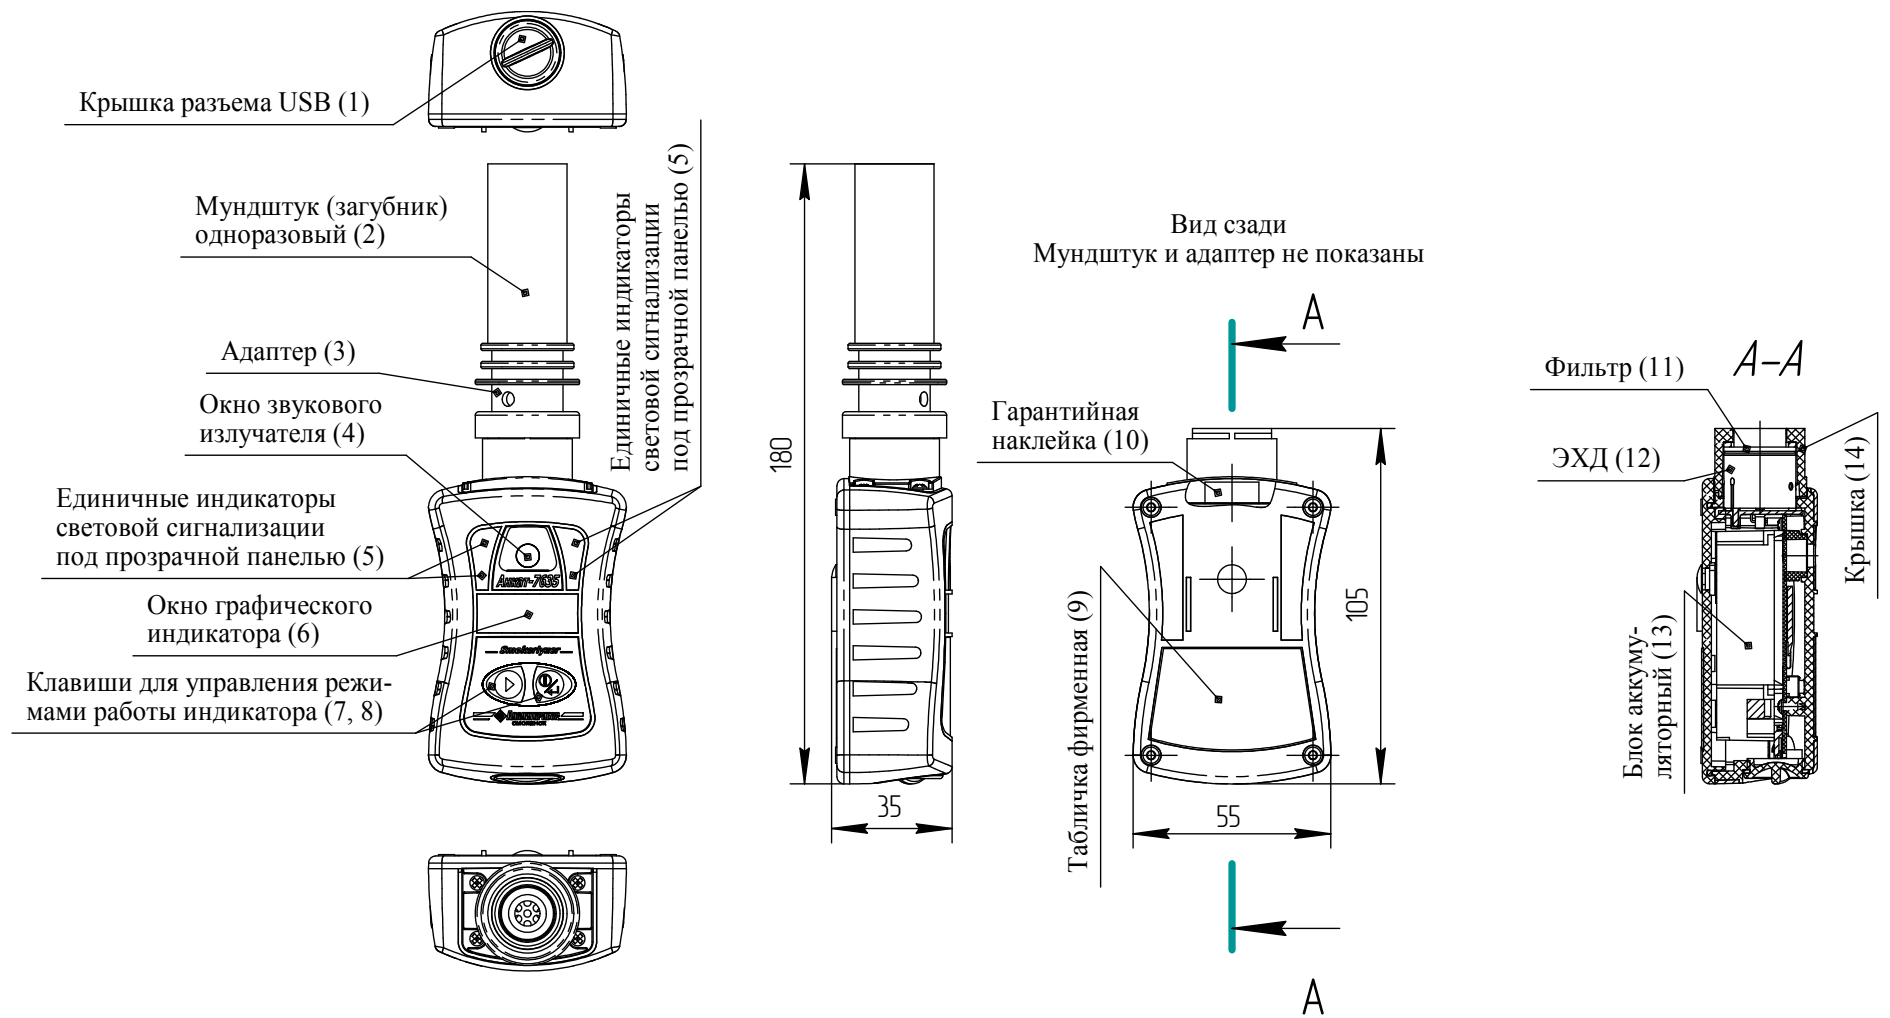

Рисунок 1.1 – Прибор для определения оксида углерода в выдыхаемом воздухе АНКAT-7635. Внешний вид
1.4.1.3 На передней панели прибора расположены (см. рисунок 1.1):
- табло (графический индикатор) (6);
- единичные индикаторы световой сигнализации (5);
- пленочная клавиатура с двумя клавишами для управления режимами работы прибора «▶» (7) и «⏏» (8);
- окно звукового излучателя (4).